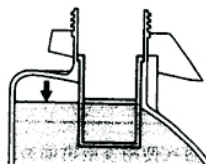

Рис. 10
1. Проверьте топливо (Рис. 10).